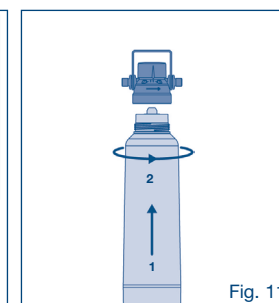

Fig. 11
- Tournez le filtre dans le sens inverse des aiguilles d'une montre dans la tête de filtre (voir la fig. 11).